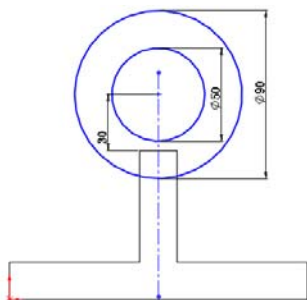

图 4-69 绘制的草图
**13** 绘制草图。在菜单栏中选择“工具”→“草图绘制实体”→“圆”命令，以上一步绘制竖直中心线上的一点为圆心绘制两个同心圆，并标注圆的直径及其定位尺寸。结果如图 4-69 所示。